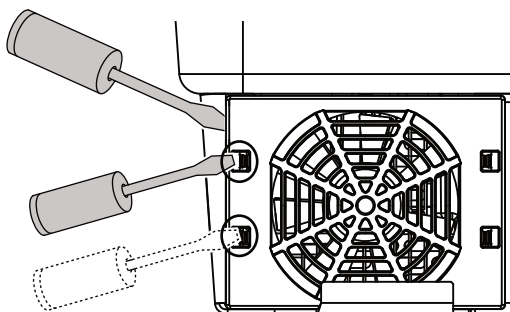

Abb. 71: Befestigungslaschen lösen
3. Mit einem zweiten Schraubendreher die Befestigungslaschen zur Lüftermitte drücken. Lüftereinheit leicht hervorziehen.  **Abb. 71**